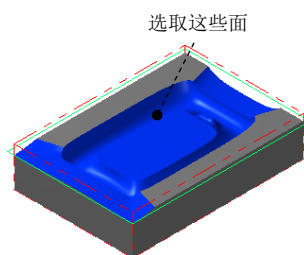

图 23.18 选取加工面
(1) 选取加工面。在图形区中选取图 23.18 所示的面（共 14 个面），然后按 Enter 键，系统弹出“刀具路径的曲面选取”对话框。